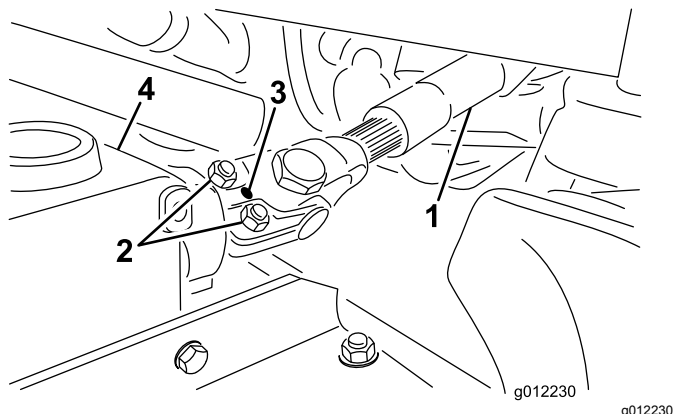

図 6
1. オスの PTO シャフトとメスの PTO シャフトを接続する 図 6。ギアケースの入力シャフトの取り付け穴と PTO シャフト穴とを整列させて相互に接続する。
2. ロールピンで固定する (図 6)。
3. ボルトとナットを締めつける (図 6)。